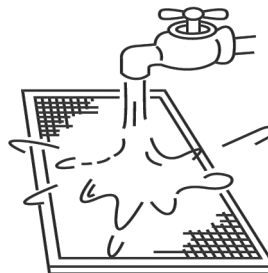

Abb. 5-16
- Während der Reinigung mit Wasser soll die Lufteingangsseite nach unten zeigen. (Siehe Abb. 5-16.)